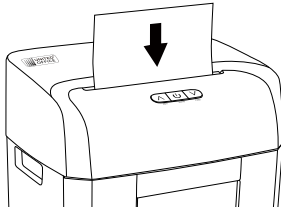

Fig. 3
- ◆ Introduceți hârtia pe înălțime pe mijlocul fantei de tăiere ④ (a se vedea fig. 3). Aparatul pornește automat și se oprește tot automat dacă nu este introdusă altă hârtie.